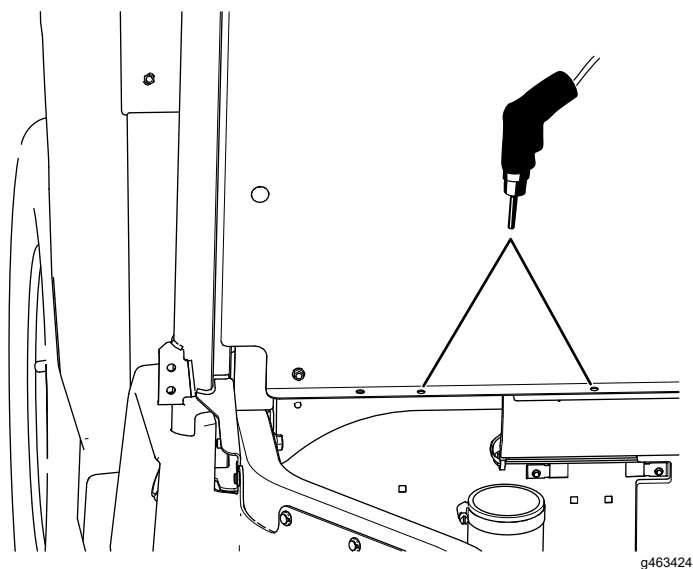

Figure 26
- D. Déplacez le capot d'admission CVT et percez les 2 trous (11/32 po) dans le panneau du siège (Figure 26).